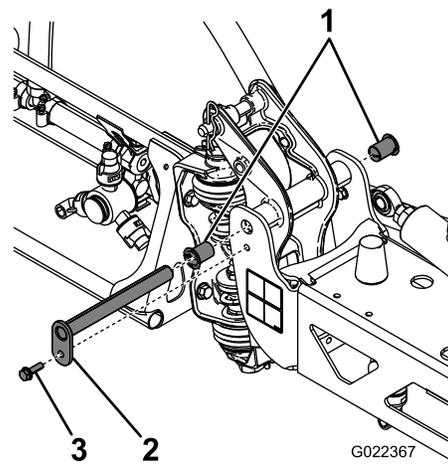

Figura 57
3. Com o peso da rampa suportado, retire o parafuso e porca que seguram o pino de articulação à rampa (Figura 57).
6. Retire e inspecione as buchas de nylon dos lados dianteiro e traseiro do suporte de articulação (Figura 57).
8. Monte a rampa e o apoio da articulação no chassis alinhando as aberturas (Figura 57).